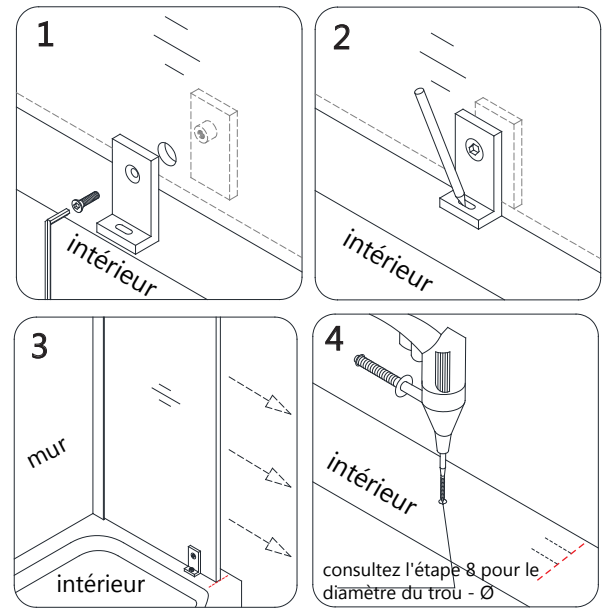

Fig 8
8. Installez les deux fixations du **bas (N° 12)** sur les **panneaux vitrés (N° 01) et (N° 03)**, et marquez la position des trous sur le seuil. (Assurez-vous que l'extrémité du panneau vitré est alignée avec les repères sur le seuil de l'étape 6 afin de maintenir un espacement adéquat pour la porte de **23 15/16 po (608 mm)**). Retirez le panneau vitré et percez les trous * dans le seuil pour les fixations du bas. **Fig. 8**